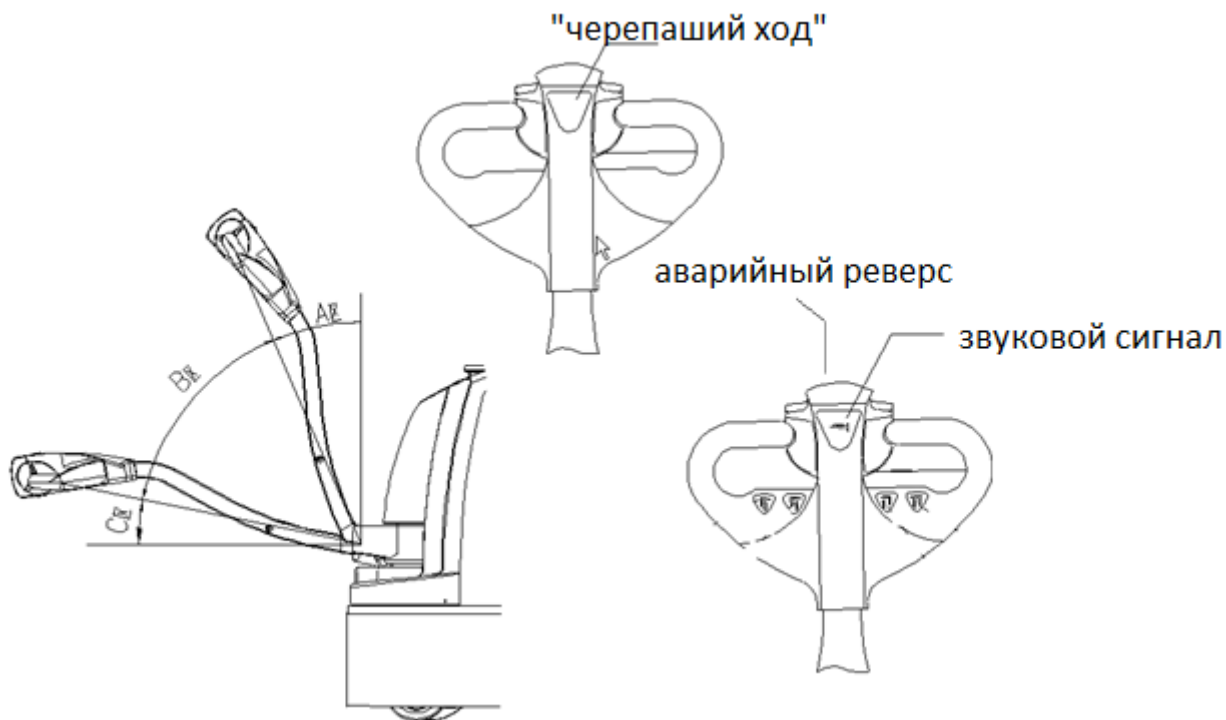

Рис.2
4.1.3 Проверьте, исправен ли тормоз штабелера. Проверьте подъем, опускание, выдвижение вилок вперед и назад, а также движение штабелера вперед и назад, чтобы убедиться, что он нормально функционирует. Проверьте, нормально ли работает аварийный обратный ход штабелера, рис.2
двигателя ведущего колеса, а на вращающемся валу рабочего поворотного рычага установлены кулачок и толчковый переключатель. Только когда поворотный рычаг находится под углом $30^\circ \pm 20^\circ$ (как показано на рис.2), штабелер может работать и передвигаться. При изменении угла наклона штабелер затормаживается. В этом случае он может поднимать, опускать и перемещать грузы вперед и назад. При подъеме, опускании и перемещении грузов штабелер не может передвигаться, как показано на рис.2.